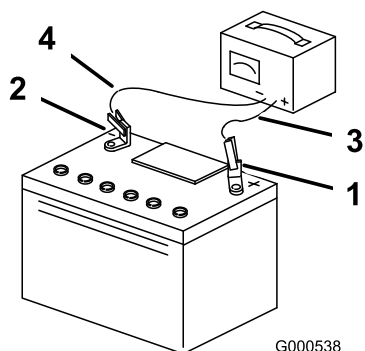

Рисунок 54
5. После полной зарядки аккумулятора отсоедините зарядное устройство от электророзетки и штырей аккумулятора (Рисунок 54).